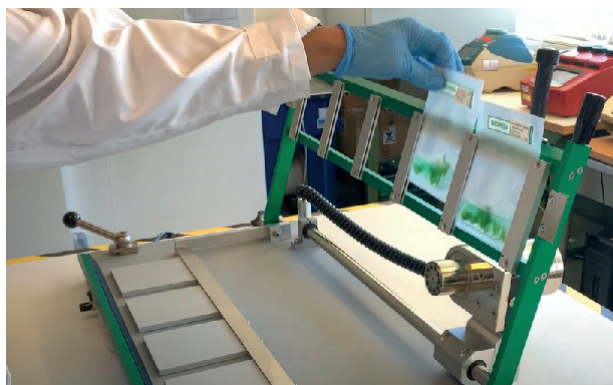

Fig. 2
- Inserire fino a 5 buste di estrazione nel rack aperto (Fig. 2).